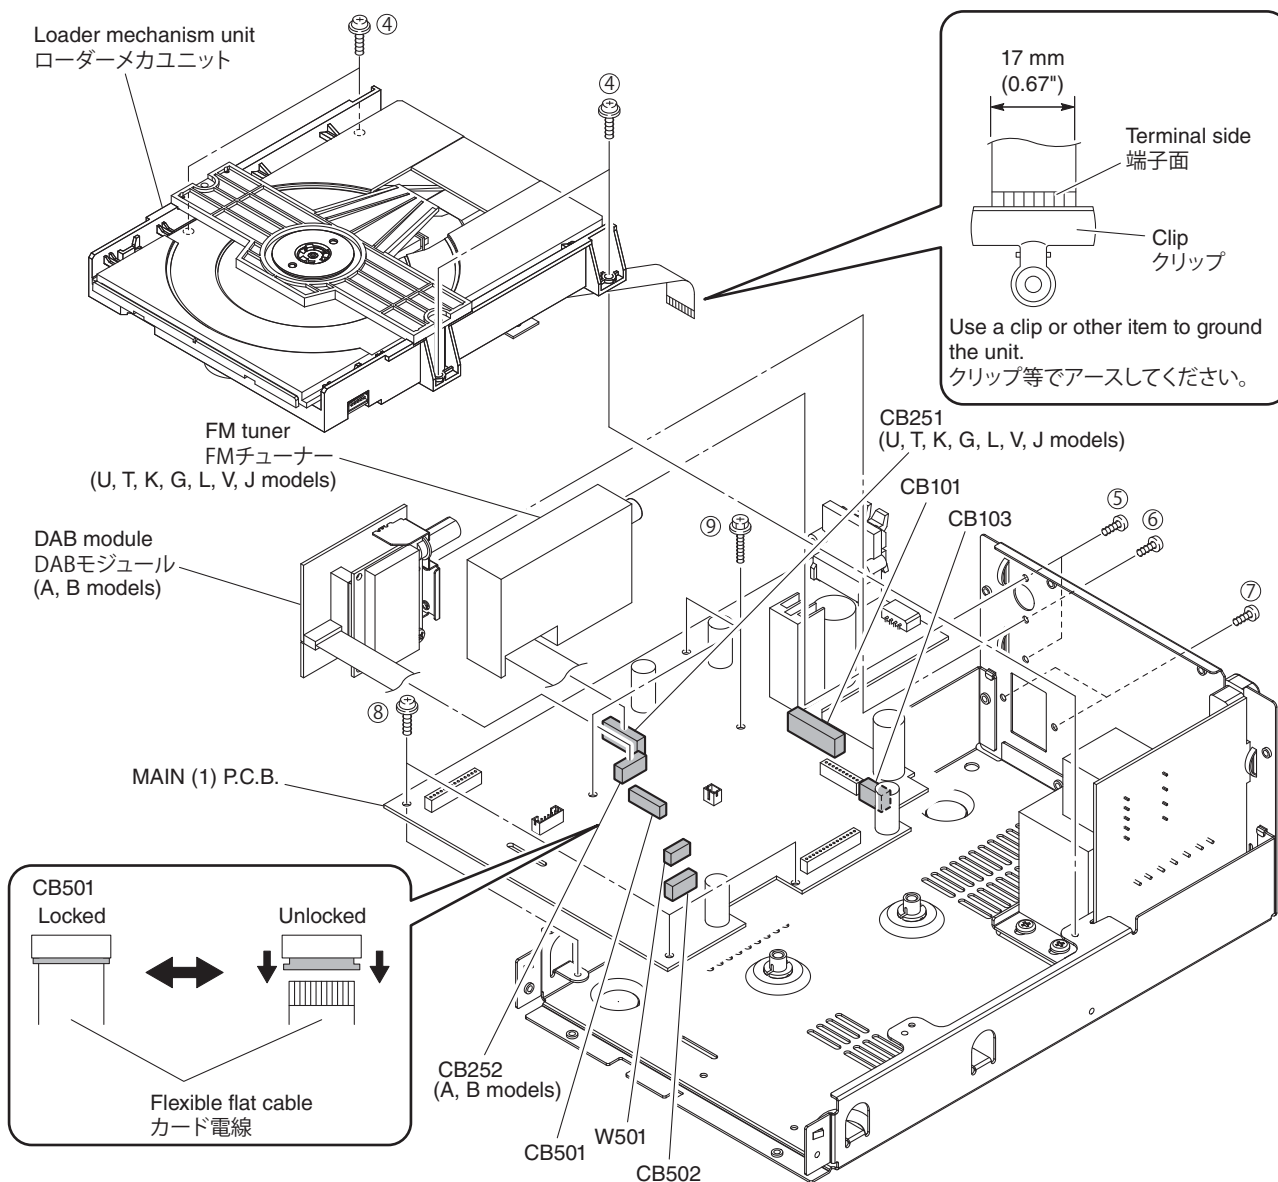

Fig. 2
- a. Remove 4 screws (④). (Fig. 2)
- b. Remove CB502 and W501. (Fig. 2)
- c. Unlock and remove CB4 and ground the terminal side of the flexible flat cable with a clip or the like. (Fig. 2)
- d. Remove the loader mechanism unit. (Fig. 2)
- a. Remove 2 screws (⑤). (Fig. 2)
- b. Remove CB251. (Fig. 2)
- c. Remove the FM tuner. (Fig. 2)
- a. Remove 2 screws (⑥). (Fig. 2)
- b. Remove CB252. (Fig. 2)
- c. Remove the DAB module. (Fig. 2)
4. Removal of MAIN (1) P.C.B.
- a. Remove 2 screws (⑦), 3 screws (⑧) and 3 screws (⑨). (Fig. 2)
- b. Remove CB101 and CB103. (Fig. 2)
- c. Remove the MAIN (1) P.C.B.. (Fig. 2)
- a. ④のネジ4本を外します。(Fig. 2)
- b. CB502、W501を外します。(Fig. 2)
- c. ロックを解除してCB501を外し、カード電線の端子面をクリップ等でアースします。(Fig. 2)
- d. ローダーメカユニットを取り外します。(Fig. 2)
- a. ⑤のネジ2本を外します。(Fig. 2)
- b. CB251を外します。(Fig. 2)
- c. FM チューナーを取り外します。(Fig. 2)
4. MAIN (1) P.C.B. の外し方
- a. ⑦のネジ2本、⑧のネジ3本、⑨のネジ3本を外します。(Fig. 2)
- b. CB101、CB103を外します。(Fig. 2)
- c. MAIN (1) P.C.B.を取り外します。(Fig. 2)